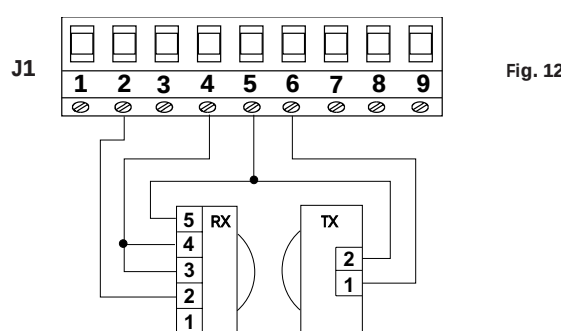

Fig. 12
El Failsafe es un sistema electrónico de comprobación del funcionamiento de las fotocélulas conectadas. El control se efectúa antes de cada accionamiento en cierre de los motores, desalimentando momentáneamente el proyector (TX) de la fotocélula para comprobarla consiguiendo apertura del contacto en el receptor (RX). Si esto no sucediera, el movimiento de la automatización se inhibe por seguridad. *La habilitación del Failsafe requiere una alimentación separada para los proyectores de las fotocélulas (Fig.12).*